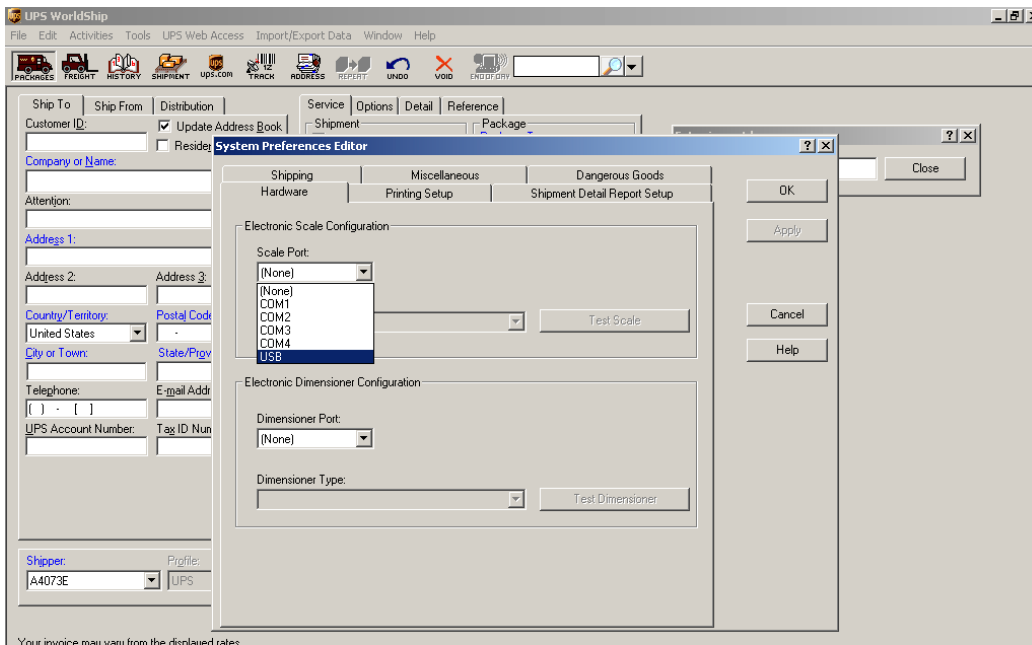

Figure 7
3. Dans le menu déroulant « Scale Port », sélectionnez « USB ». (Voir Figure 7)